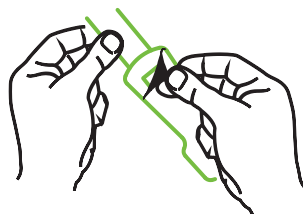

Figure 13-10 Retrait du film protecteur présent sur le capteur
- 2 Enlever et jeter le film protecteur du capteur (figure 13-10).